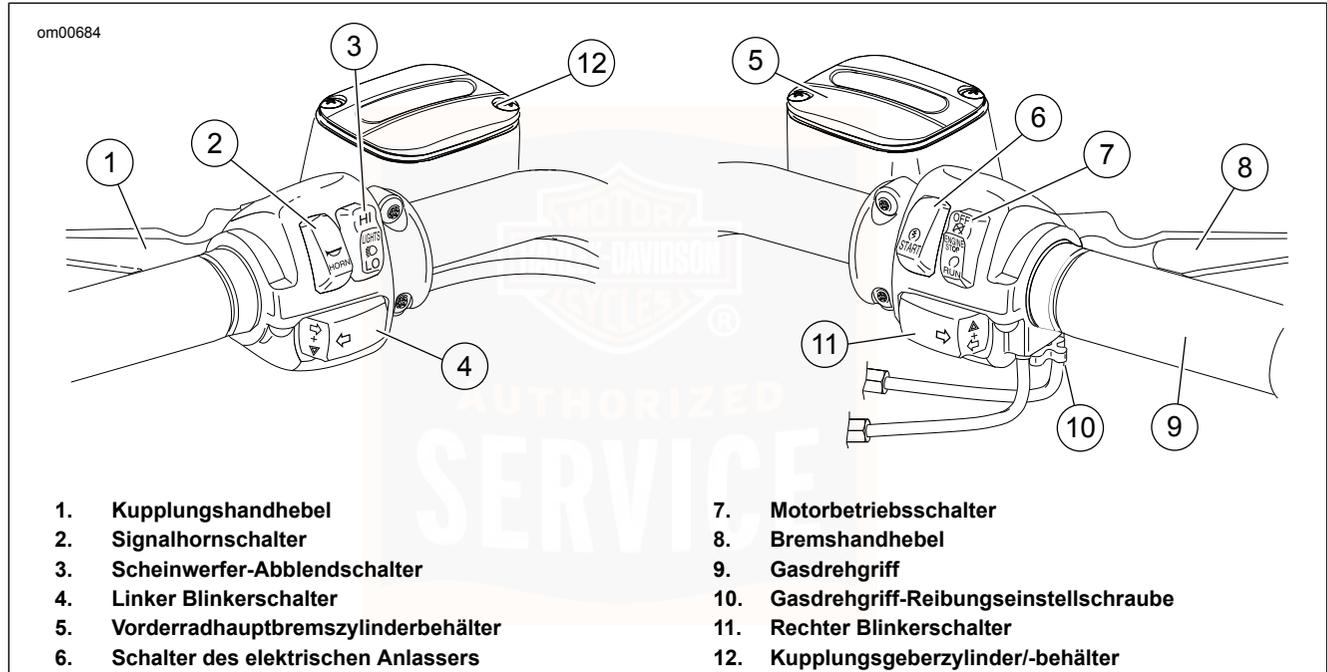

Abbildung 5. Lenkerbedienelemente: VRSC-Modelle
Siehe Abbildung 5. Der Schalter des elektrischen Anlassers befindet sich auf der rechten Lenkerschalterbaugruppe. Siehe Anlassen des Motors (Seite 81) bezüglich detaillierter Betriebsbeschreibungen.
Siehe Abbildung 5. Mit dem Motorbetriebsschalter (7) wird die Zündung EIN- und AUSGESCHALTET. Der Motorbetriebsschalter befindet sich auf der rechten Lenkerseite. Den oberen Teil des Motorbetriebsschalters drücken, um die Stromversorgung der Zündung auszuschalten und damit den Motor abzustellen. Den unteren Teil des Motorbetriebsschalters drücken, um die Zündung einzuschalten.
Siehe Abbildung 5. Der Gasdrehgriff (9) befindet sich auf der rechten Lenkerseite und wird mit der rechten Hand betätigt.
Siehe Abbildung 5. Der Kupplungshandhebel (1) befindet sich auf der linken Lenkerseite und wird mit den Fingern der linken Hand betätigt.
Siehe Abbildung 5. Das Signalhorn wird über den Signalhornschalter (2) betätigt, der sich in dem linken Lenkerbedienungselement befindet.
Siehe Abbildung 5. Der Scheinwerfer-Abblendschalter (3) befindet sich auf der linken Lenkerseite. Der Schalter hat zwei Positionen zum Einschalten von Fernlicht oder Abblendlicht.
Siehe Abbildung 5. Alle Lenkerschalterbaugruppen sind mit einem Blinkerschalter ausgerüstet.